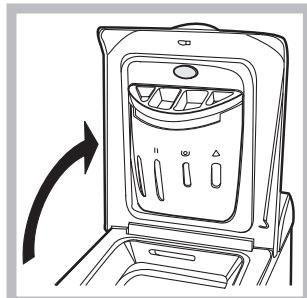

Fig. 1
3. Удалите четыре предохранительных болта и резиновые пробки с прокладками, расположенные в задней части стиральной машины (рис. 1).
### A) ОТКРЫВАНИЕ (рис. 1):